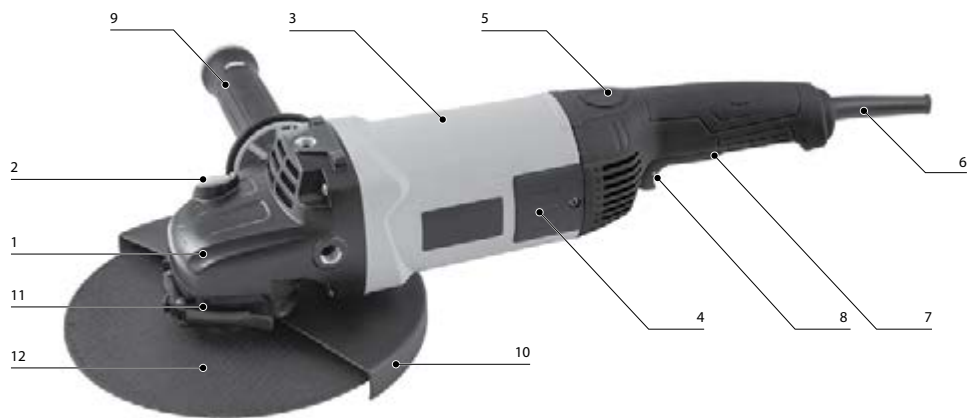

рис. 1
Общий вид машины представлен на рис. 1.
- отвести в сторону рычаг 11 (рис. 1) фиксации кожуха, ослабив крепежный хомут;
Вкрутите рукоятку 9 (рис. 1) в резьбовое отверстие корпуса редуктора в удобное для работы положение.
При установке/снятии оснастки блокировка шпинделя осуществляется клавишей 2 (рис. 1), расположенной на корпусе редуктора. Блокировка шпинделя также может осуществляться с помощью гаечного ключа S17.
Во избежание поломки машины и получения травм, запрещается нажимать на кнопку блокировки шпинделя 2 (рис. 1) во время работы шлифовальной машины, а также до полной остановки шпинделя после выключения двигателя.
В зависимости от вида используемой оснастки и характера обработки можно выбрать оптимальное и наиболее удобное положение основной рукоятки. Для изменения положения рукоятки необходимо нажать клавишу блокировки 5 (рис. 1) и повернуть рукоятку относительно корпуса на 90 градусов по или против часовой стрелки. При отпуске клавиши 5 рукоятка зафиксируется в выбранном положении.
Для включения машины необходимо нажать клавишу выключателя 7 (рис. 1), переместив кнопку 8 (рис. 1) вперед. При необходимости выключатель питания 7 может быть зафиксирован в положении «Включено», для этого при нажатой клавише 7 переместите кнопку блокировки 8 вперед, и клавиша будет зафиксирована. Для отключения машины повторно нажмите и отпустите клавишу 7.